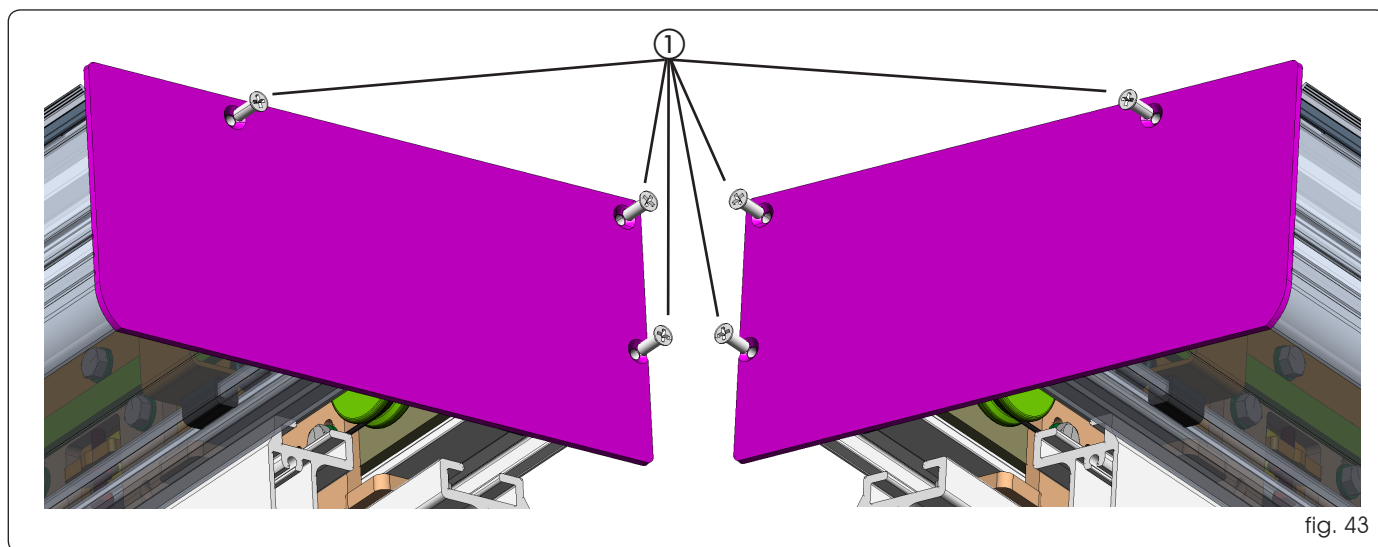

fig. 43
Gebruik voor de montage van de zijplaatjes de schroeven op het steunprofiel voor de montage van de zijplaatjes in fig. 43 ref. ①.